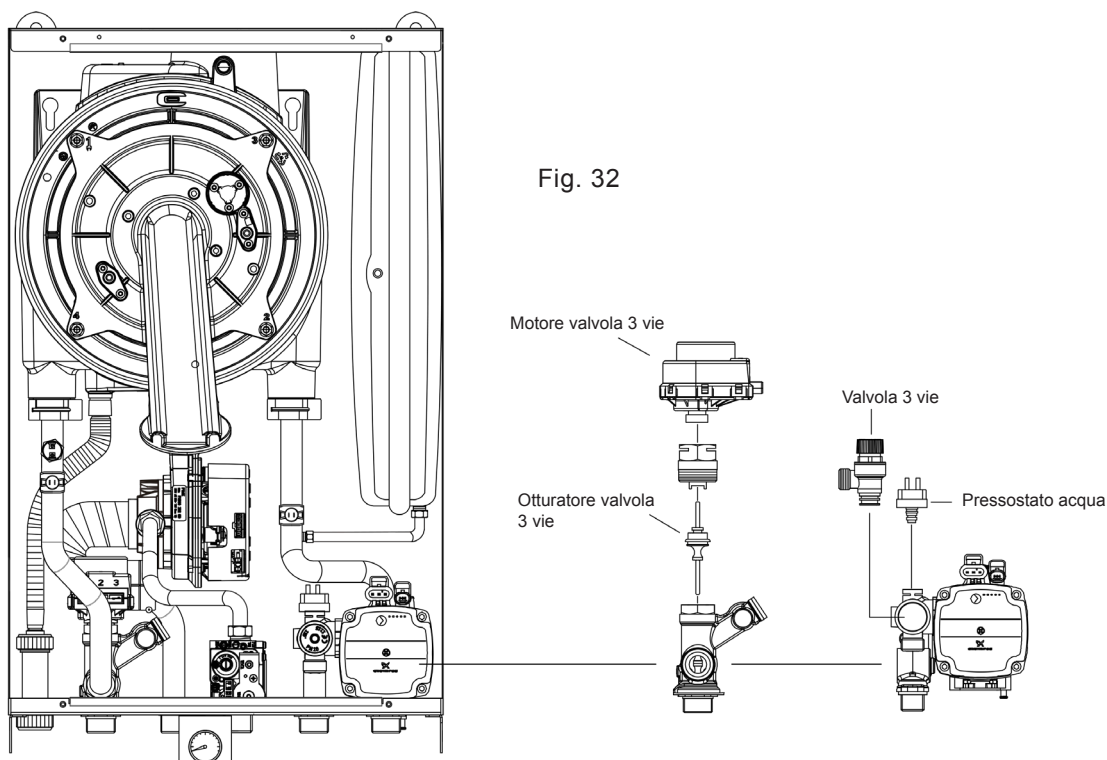

Fig. 32
7.4 - Rimozione motore valvola deviatrice (Fig. 32)
7.5 - Sostituzione stelo otturatore valvola deviatrice (Fig. 32)
7.6 - Sostituzione valvola di sicurezza 3 bar (Fig. 32)
7.10 - Sostituzione trasduttore acqua (Fig. 32)